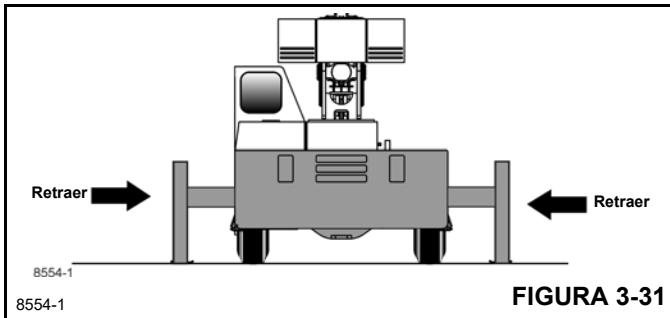

FIGURA 3-31
3. Oprima la parte inferior del interruptor de extensión/retracción (2).
4. Presione el pedal acelerador para aumentar la velocidad del motor, lo cual acelerará el movimiento hacia adentro de los estabilizadores (Figura 3-31). Suelte el pedal acelerador y el interruptor cuando los estabilizadores estén completamente retraídos.